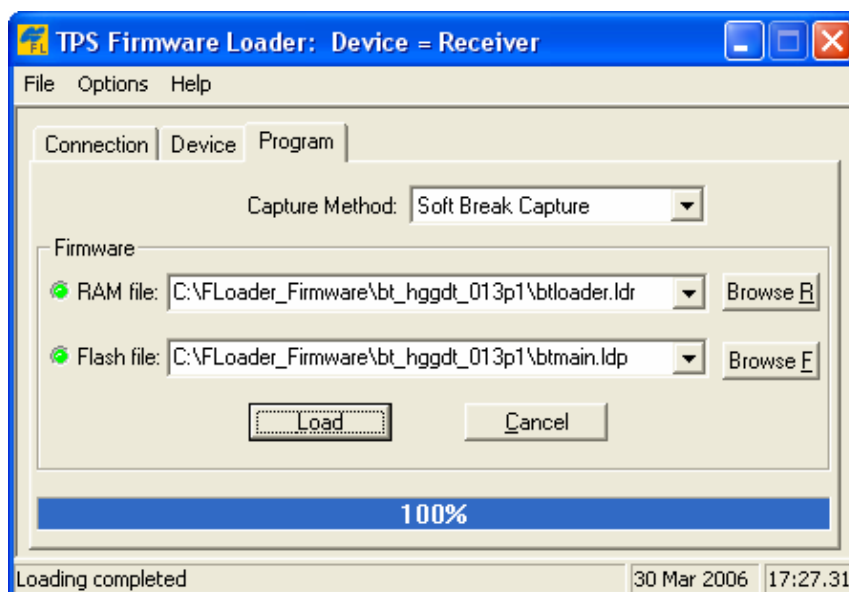

Рисунок 4-20. Загрузка программного обеспечения модуля Bluetooth завершено
4. Щелкните на кнопке *Load* (Загрузить) и подождите, пока файлы не будут загружены в приемник полностью, см. рис. 4-20.